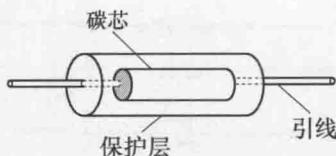

图 1-7 碳质电阻
(7) 实芯碳质电阻，是用碳质颗粒等导电物质、填料和粘合剂混合制成一个实体的电阻器，并在制造时植入导线（图 1-7）。电阻值的大小是根据碳粉的比例及碳棒的粗细长短而定。其特点是价格低廉，但其阻值误差、噪声电压都大，稳定性差，目前较少用。